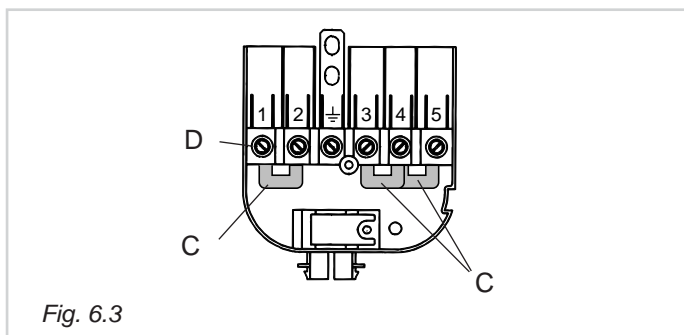
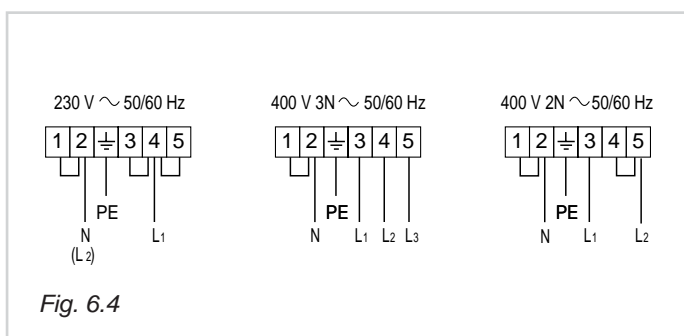

Fig. 6.3
Fig. 6.4
- ✓ Posicione los pernos de U C en la regleta de bornes D (fig. 6.3) de acuerdo con el esquema de la fig. 6.4.
- ✓ Inserte el cable de alimentación, de tipo y sección adecuada (véase el capítulo específico) en el pasacable F de la protección B y conecte los cables de gas y de tierra en los respectivos bornes de la regleta D de acuerdo con el esquema de la fig. 6.4.